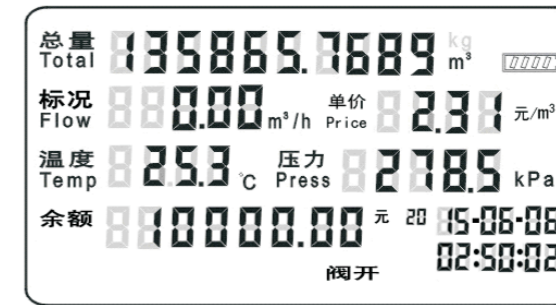

图9 工作状态显示图
6.1.9.5 开户后正常显示的第一屏界面如图9，显示的总量为标况总量，单位为 $m^3$ ；最后一行为剩余金额，单位为元，标况流量显示。当有气量时，总量累加，剩余金额扣减。